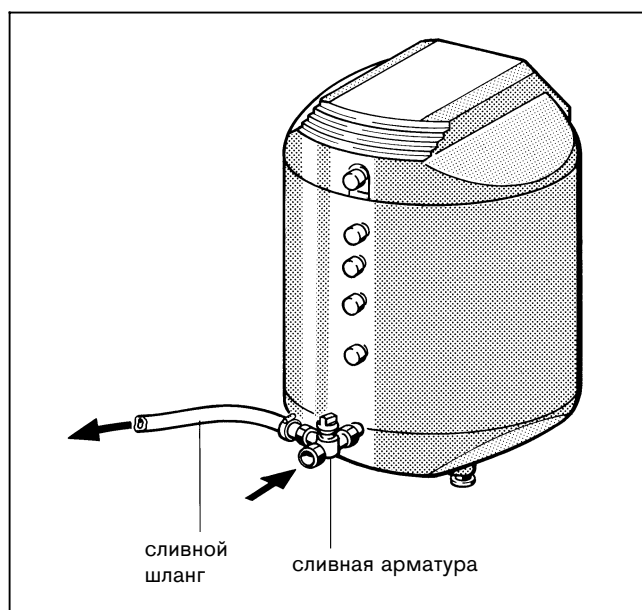

Рис. 12
- Сливную арматуру установить так, чтобы подвод холодной воды был закрыт, а сливная линия была открыта (рис. 12).
- Вложить ушко заземляющего кабеля и закрутить болты (рис. 12).